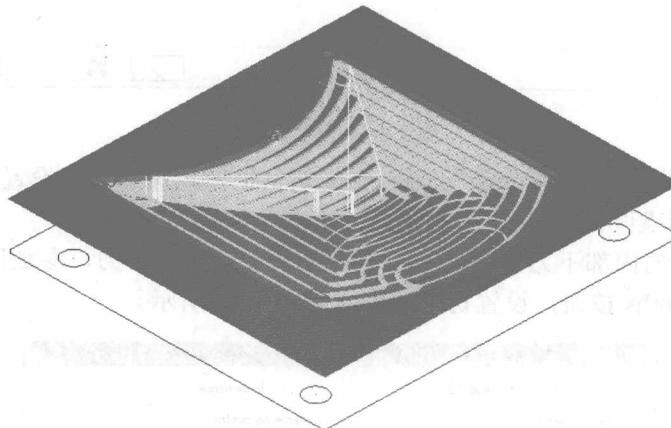

图 1-14 3D 曲面挖槽刀具路径
⑨ 单击对话框中的 按钮，系统产生如图 1-14 所示的曲面挖槽刀具路径。
⑩ 在操作管理器中选择 1 – Surface Rough Pocket，单击 按钮，弹出 Backplot 对话框。单击键盘的 R 键，模拟刀具路径，检查刀具铣削路径有无问题。刀具路径如图 1-14 所示。
⑪ 在操作管理器中单击 (隐藏/显示刀具路径) 按钮，使图标变成灰色，关闭当前的刀具路径显示。按 Alt+A 组合键保存平板盖前模文件。
(2) 继续选取  $\Phi 25R5$  镶合金圆刀粒的圆鼻刀，用 3D 曲面挖槽刀路对平板盖的前模的底部曲面进行精加工。
① 在屏幕左方刀路操作管理区内（或单击下拉式菜单）单击鼠标右键，依次单击主菜单中的 Mill toolpaths / Surface rough / Pocket 命令。依次单击 All... 按钮，在弹出的 Select All